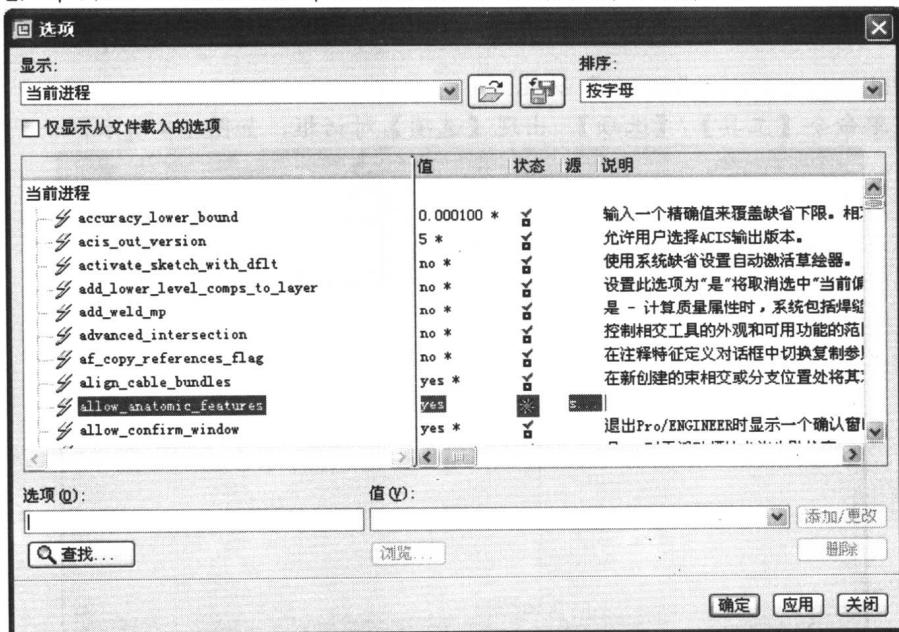

图1-6
(3) 在【当前进程】下选择【allow_anatomic_features】选项，在【值】下拉列表中选取【yes】，单击【添加/更改】按钮后单击【应用】按钮，结果如图 1-6 所示。